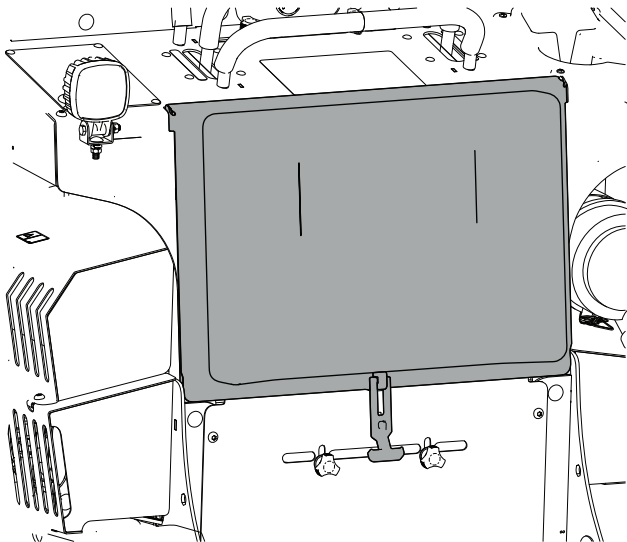

Figura 28
1. Retire el panel acolchado de la plataforma del operador (Figura 28).